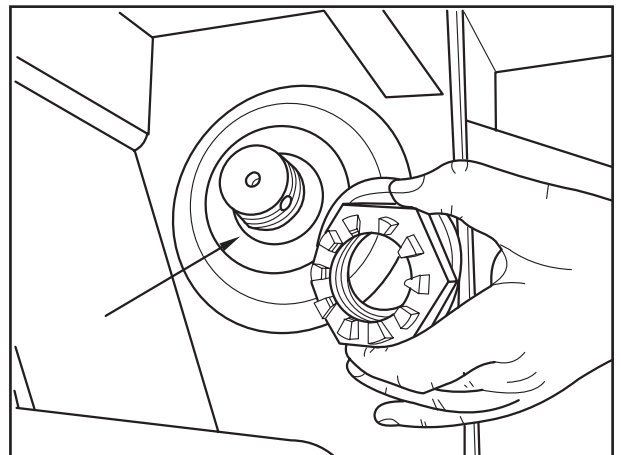

Fig. 14
- [27] Scheibe auf den Gewindebolzen schieben (Fig. 14/Pfeil).
[27] Push disc on to the thread bolt (Fig. 14/arrow).
[27] Faire glisser la rondelle sur le boulon fileté (fig. 14/flèche).